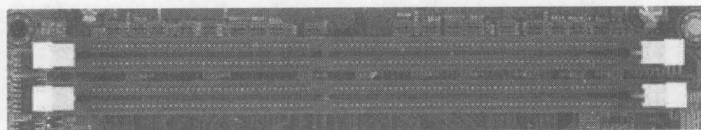

图 3-2 184 针 DDR 内存插槽
(1) DDR 内存插槽。如图 3-2 所示，DDR 内存插槽用于安装 DDR RAM 内存，有 184 个针脚。